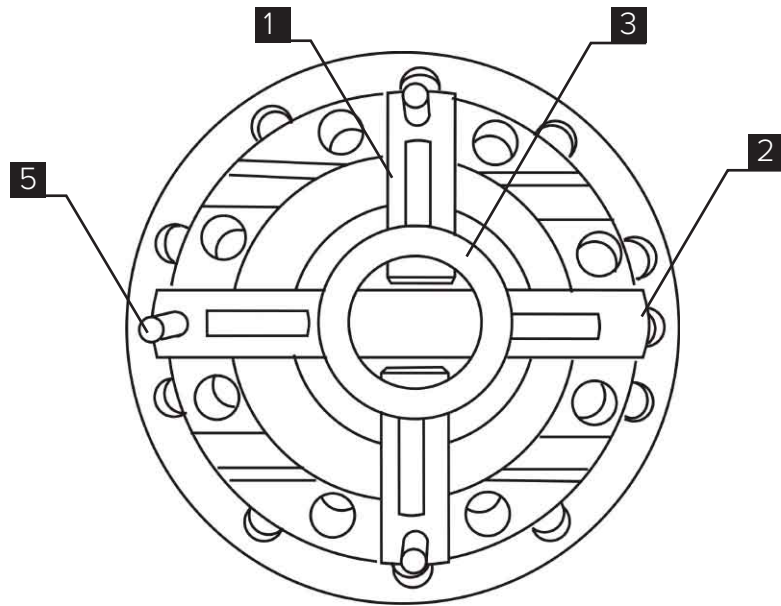

Рис. 2
3. Установите оси сателлитов **[1]**, **[2]** и поддержку в половинку корпуса. (Рис.2)